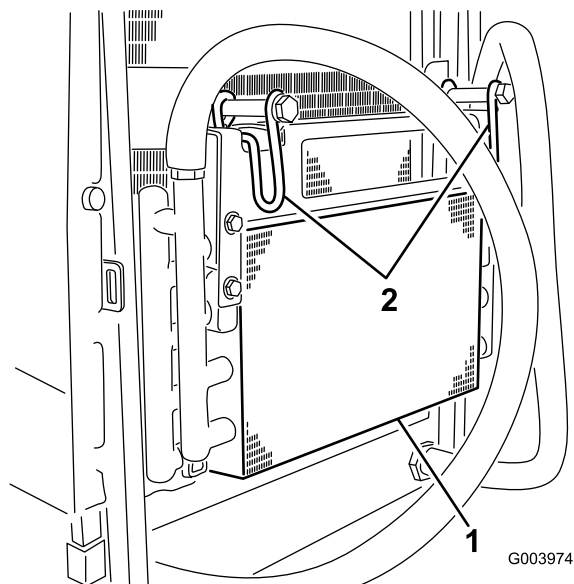

図 61
5. オイルクーラのラッチを内側に倒してオイルクーラを外す 図 61